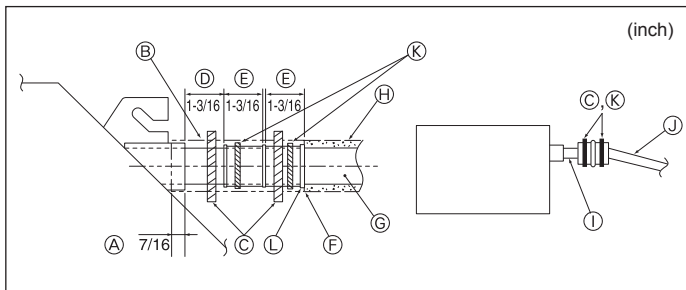

Fig. 4-6
- ① O.D. $\varnothing 32$ mm, 1-1/4 inch TUBO PVC
- ① O.D. $\varnothing 38$ mm, 1-1/2 inch TUBO PVC para agrupación de tuberías. (9 mm, 3/8 inch o mayor aislamiento)
1. Conecte el tubo de desagüe (suministrado con la unidad) al orificio de desagüe. (Fig. 4-6)